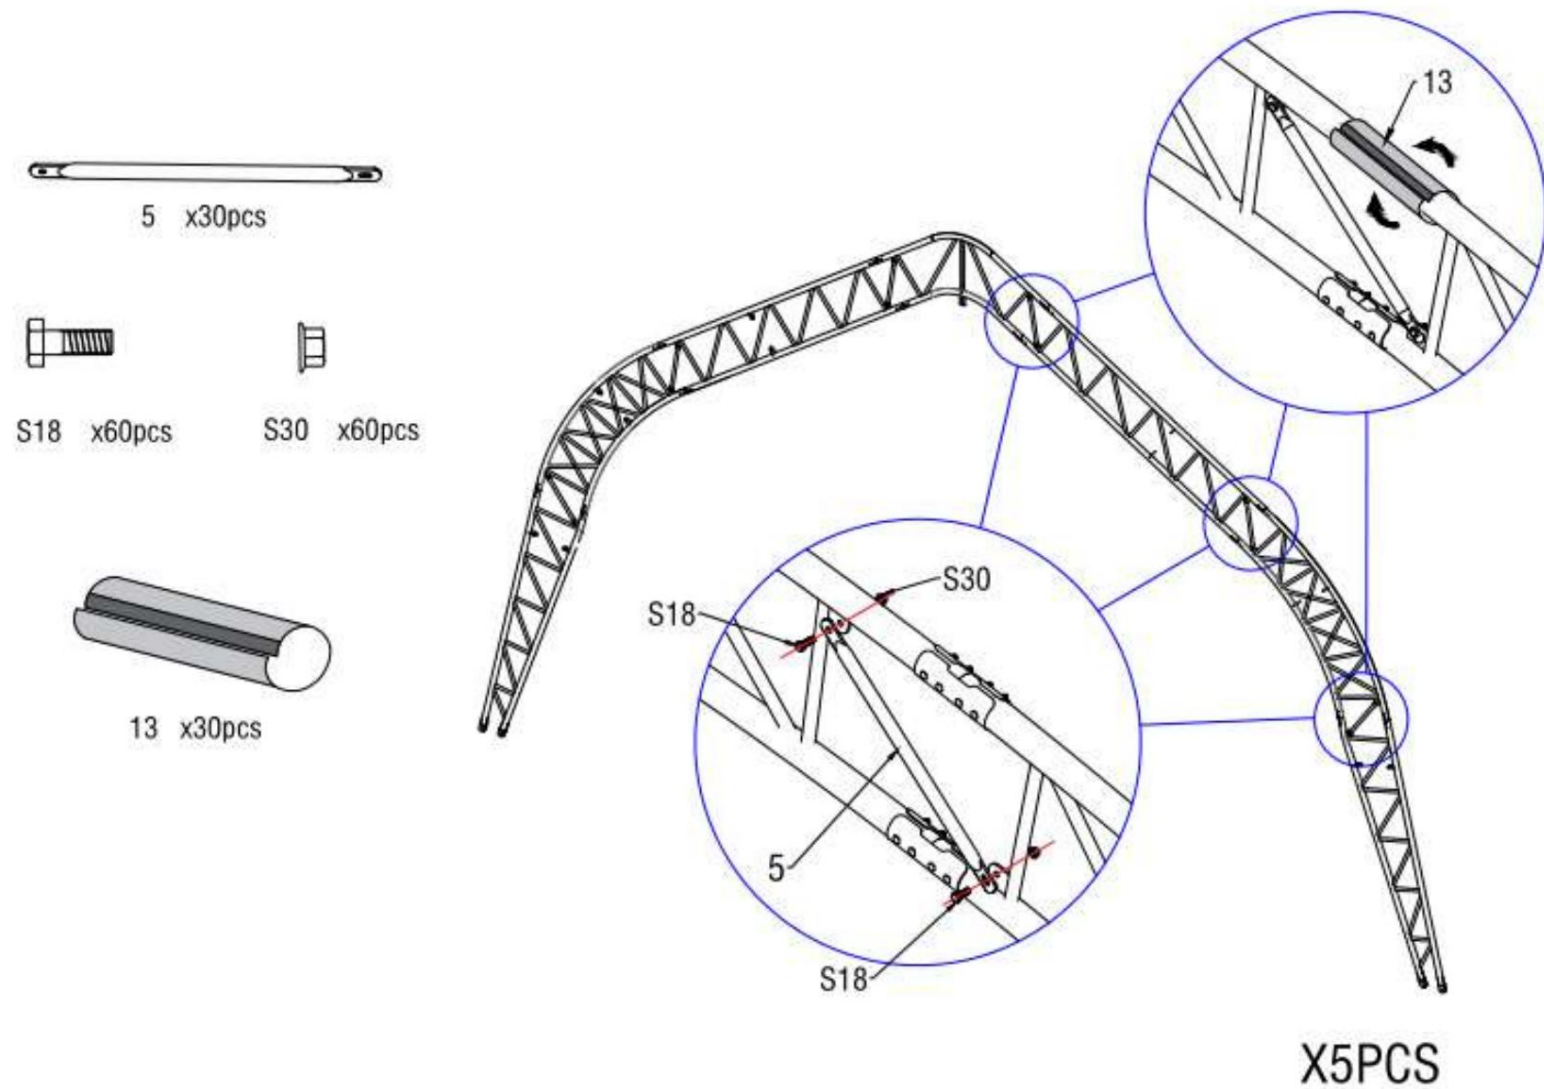

Figure 5
3. Comme le montre la figure 5, utilisez la sangle de support entre l'arche (n° 5) pour connecter le tube supérieur du toit (n° 1) avec un boulon hexagonal de 10*30 mm (n° 1). S18). Ensuite, placez le revêtement de protection en PVC sur la partie extérieure de la jonction de l'arche afin de protéger la couverture du toit des rayures causées par le joint extérieur. Assemblez le reste de l'autre groupe d'arches à double treillis comme ceci.